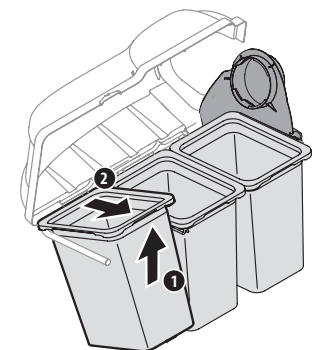

Figure 14
8. Installez les sacs à herbe sur leur support en insérant d'abord la partie avant du sac (1), puis la partie arrière jusqu'à ce que chaque sac soit correctement placé sur son support (2). Voir Figure 14.